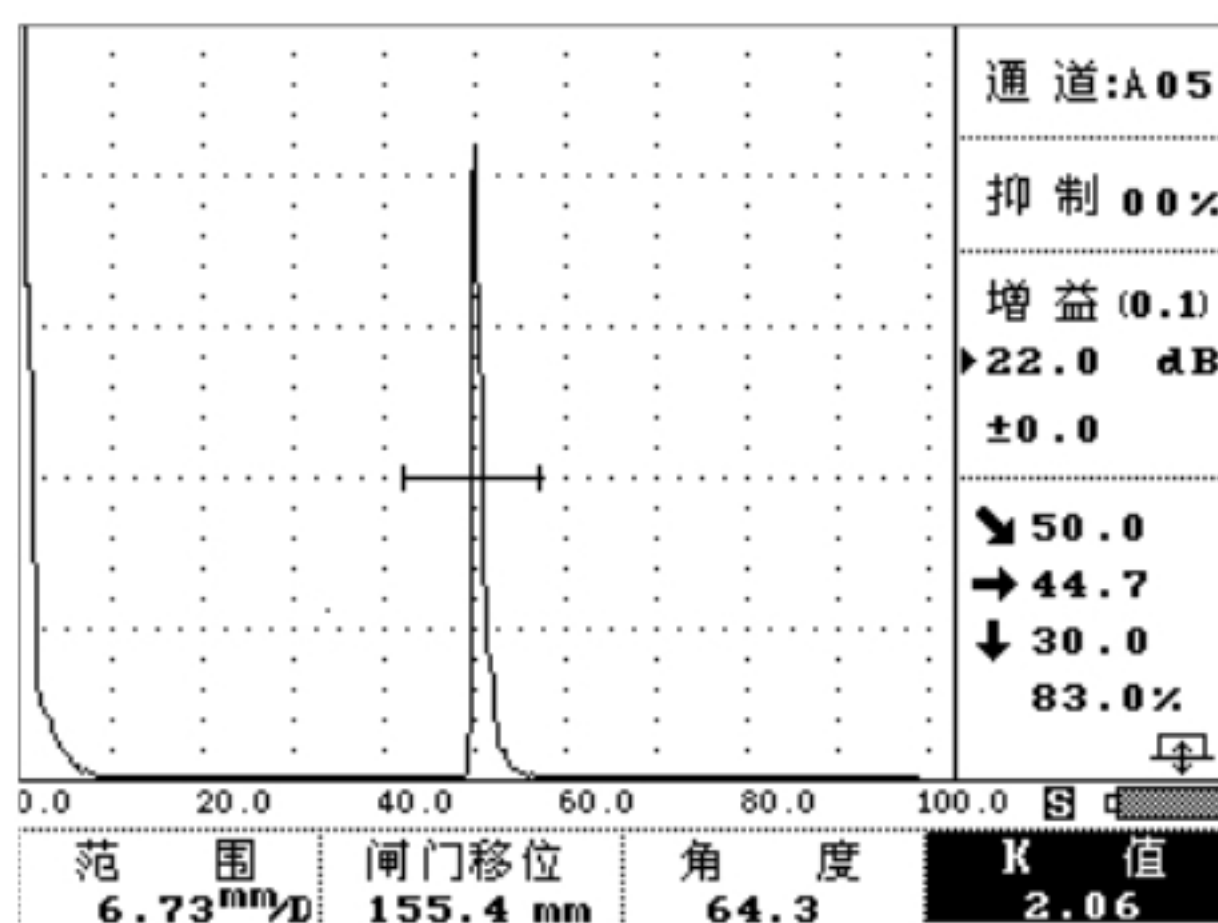

图 3-5-7
③ 此时如果已找到该测试孔的最高回波, 则按 **确认** 键或转动旋钮到 **确认** 栏单击旋钮 仪器将自动计算 K 值。如图 3-5-7。并在屏幕下方出现提示: